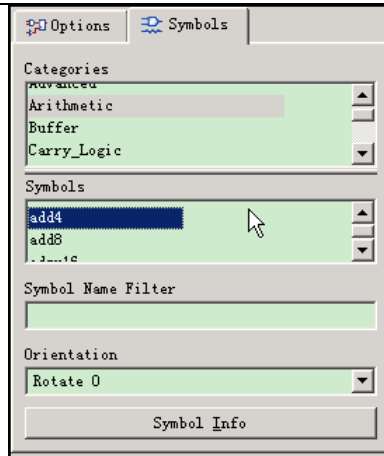

图 2.5 在原理图中调用 Symbols
(1) 在原理图输入窗口的左边选择“Symbols”选项卡，如图 2.5 所示。